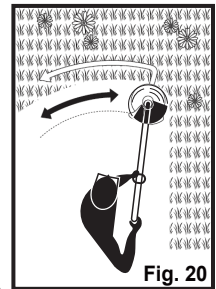

Fig. 20
- Travaillez de façon rythmique. Tenez-vous debout en gardant les pieds écartés. Coupez de la droite vers la gauche afin que les découpes soient projetées à distance de la zone de travail (Fig. 20).